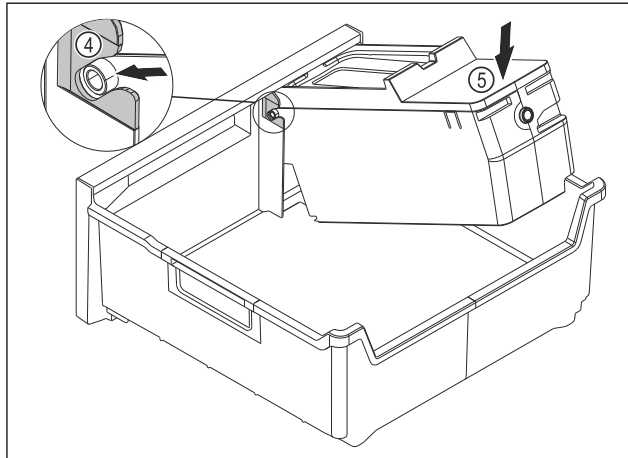

Fig. 145
- ▶ Montaż korpusu EasyTwist-Ice: Wsunąć osie korpusu EasyTwist-Ice w prowadnice Fig. 145 (4).
- ▶ Docisnąć korpus EasyTwist-Ice Fig. 145 (5) z tyłu do dołu.